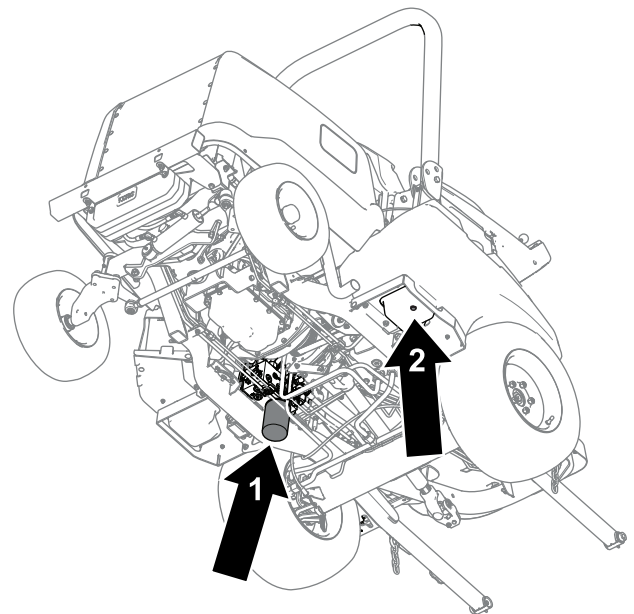

Bild 82
4. Nehmen Sie die Ablassschraube unten am Behälter ab und lassen Sie die Hydraulikflüssigkeit in die Auffangwanne ablaufen (Bild 82).
6. Stellen Sie eine Auffangwanne unter den Filter (Bild 82), entfernen Sie den Filter und lassen Sie das restliche Öl in die Auffangwanne laufen.